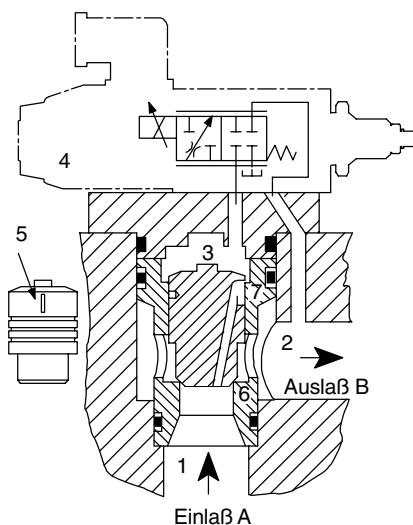

Abbildung 39
Der Aufbau von Proportional-Drosselventilen nach ISO 7368 ist in Abbildung 39 und 40 dargestellt. In beiden Fällen wird ein Vickers-Proportionalventil der Baureihe KTG4V-3S als Steuerventil verwendet.
Wenn das Vorsteuerventil geschlossen ist (Abbildung 39), fließt nur das durch die Leckage des Vorsteuerventils bedingte Öl durch den geschlossenen Schlitz des abgedichteten Kolbens. Der Druck oberhalb des Hauptkegels (3) entspricht dem Druck am Ventileinlaß (1). Dies ist auf die kleine Öffnung an der Verstelldrossel zurückzuführen. Da die Fläche oberhalb des Kegels größer als die Fläche am Einlaß (1) ist, wird der Ventilkegel durch eine Kraft, die proportional zum Druckunterschied zwischen Einlaß und Auslaß ist, in seinem Sitz (6) gehalten.